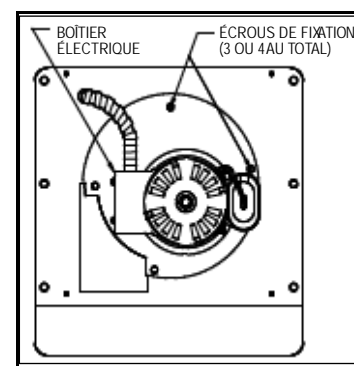

Figure 15
2. Ouvrir le boîtier électrique sur le moteur et débrancher le conduit et les fils du moteur (voir Figure 15).
1. Aligner les trous du couvercle circulaire avec ceux du support de fixation du moteur (voir Figure 15).